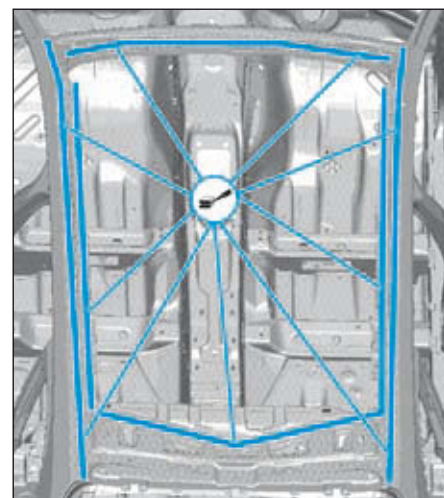

FIG.90
- sur la couronne de pavillon (Fig.90),